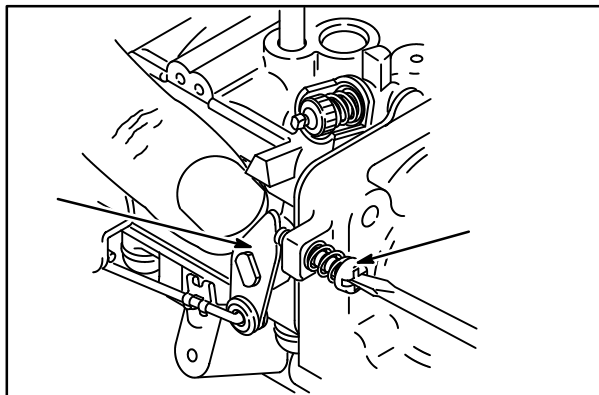

Fig. 19
3. Segure a alavanca do acelerador (1) contra o parafuso da velocidade sem carga (2), Fig. 19. Ajuste temporariamente para 1200 RPM.